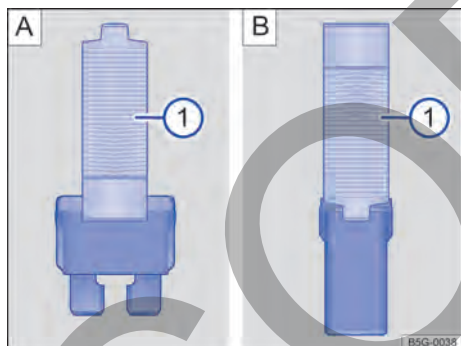

Fig. 160 Extraer o colocar el fusible con las pinzas de plástico: **A)** Fusible enchufable plano. **B)** Fusible tipo bloque.
- En función del tipo de fusible, desplace las pinzas correspondientes → fig. 160 **A)**  o → fig. 160 **B)**  lateralmente sobre el fusible.